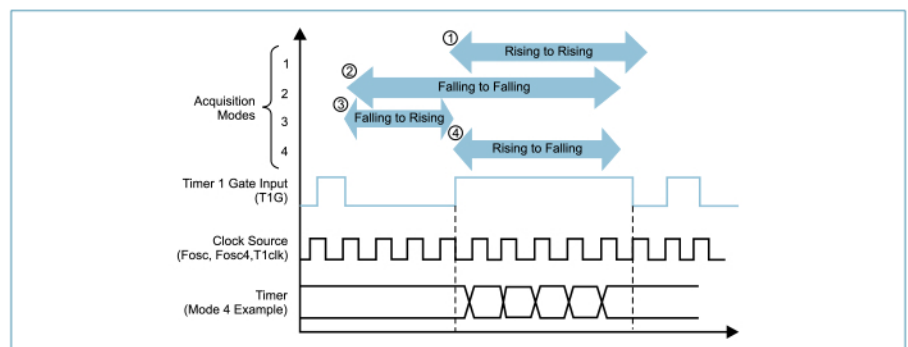

Рис. 17. Диаграмма работы таймера с разрешением
**Таймер с разрешением (рис. 17)**